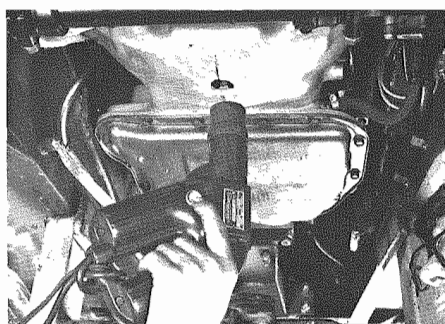

Fig. 2 - Controllo dell'anticipo automatico
- Controllare l'anticipo automatico (vedi pag. 2-1) (**Fig. 2**).
- Check automatic advance (see page 2-1) (**Fig. 2**).